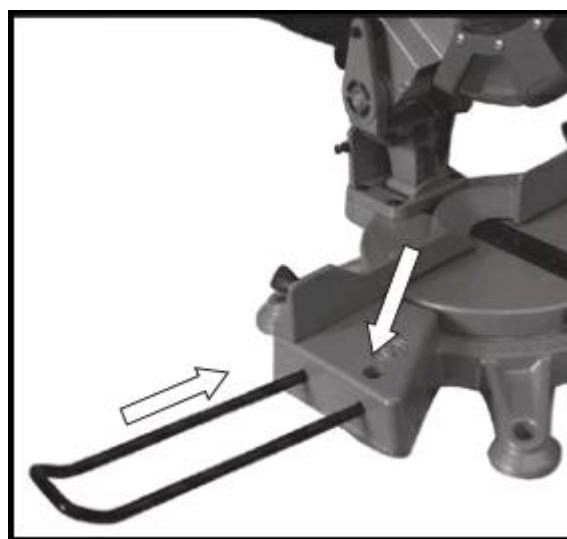

Рис.2
- ✓ Установите в основание (11) два удлинителя (6), зафиксируйте их положение винтами (рис.2).